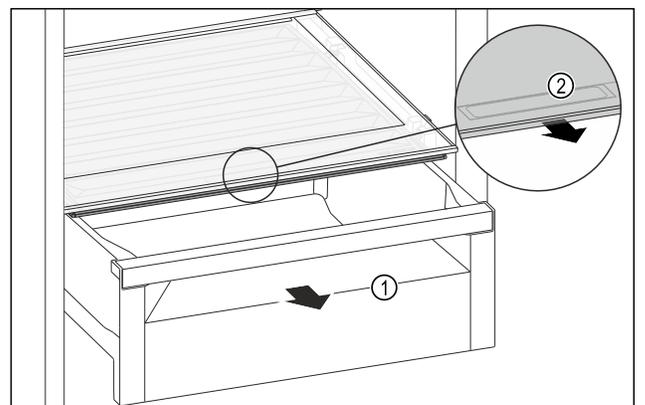

Fig. 85
- ▶ Schubfach Fig. 85 (1) herausziehen.
- ▶ Griffmulde Fig. 85 (2) am Fachdeckel anfassen und Fachdeckel gleichzeitig nach vorne ziehen.